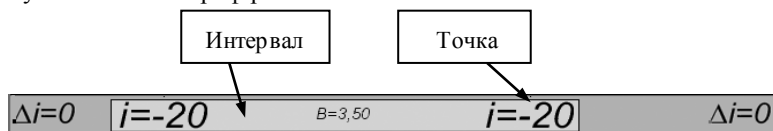

Рис. 11.17
**Точечно-интервальные графы** являются результатом совмещения точечных и интервальных данных: интервалы содержат информацию об участках и их параметрах, а точечные данные описывают дополнительные параметры на заданном пикете (рис. 11.17).